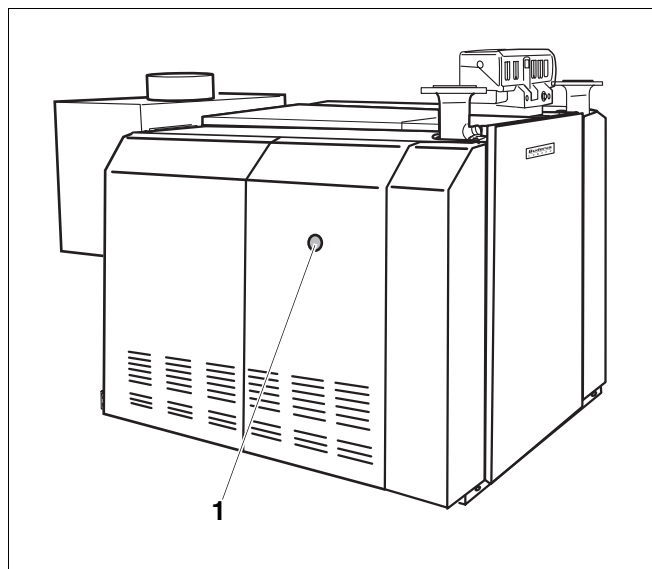

Рис. 33 Кнопка подавления помех
При возникновении неисправности горелки загорается сигнальная лампочка на кнопке подавления помех, расположенной на отопительном котле (рис. 33, поз. 1).
Вы можете нажать кнопку подавления помех, расположенную в отверстии (рис. 33, поз. 1) на боковой стенке. Для этого не нужно демонтировать боковую стенку.
- Нажать кнопку подавления помех (рис. 33, поз. 1) отопительного котла.